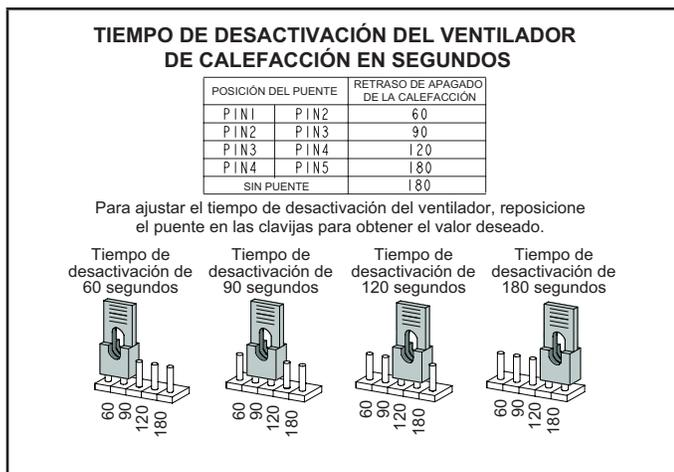

FIGURA 34
El tiempo de 30 segundos de encendido del ventilador de calefacción no es ajustable. El retraso de apagado del ventilador de calefacción (tiempo de funcionamiento del soplador después de haberse satisfecho la demanda de calefacción) se puede ajustar cambiando la posición del puente en las cinco clavijas del control integrado. La unidad se envía con un valor de retraso de apagado del ventilador de fábrica de 90 segundos. El retraso de apagado del ventilador afecta el confort y es ajustable para satisfacer las aplicaciones individuales. Ajuste el retraso de apagado del ventilador para alcanzar una temperatura del aire de suministro entre 90 °F y 110 °F en el momento de desenergización del soplador. Los valores de retraso de apagado más prolongados reducen las temperaturas del aire de retorno; los valores más breves aumentan las temperaturas del aire de retorno. Ver FIGURA 34.
- 4- Para limpiar los quemadores, utilice una aspiradora con un cepillo blando sobre la superficie de los quemadores. Inspeccione visualmente dentro de los quemadores y cruces para detectar algún bloqueo causado por materias extrañas. Quite cualquier bloqueo. La Figura 34 muestra el detalle del quemador.